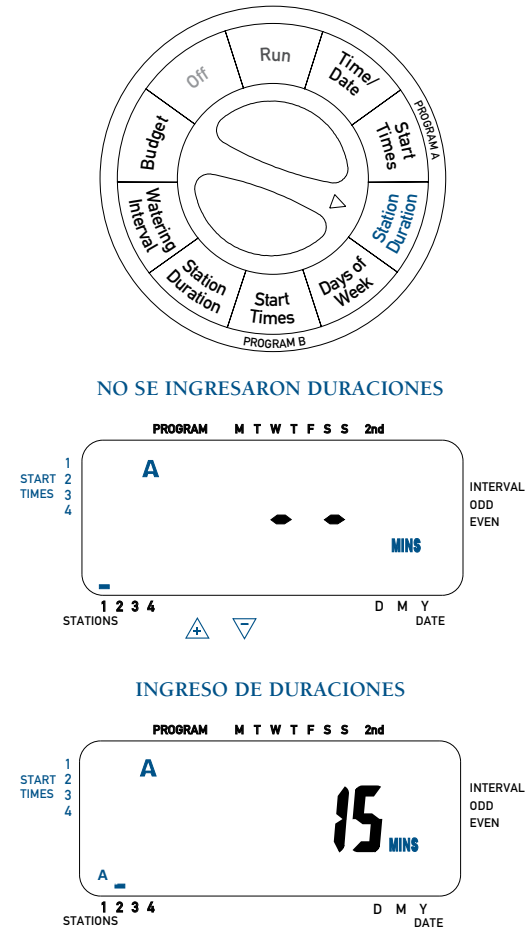

Figura 4: ingreso de la duración para el «Programa A»
- Gire la perilla rotativa hasta llegar a la posición **STATION DURATION (DURACIÓN DE LA ESTACIÓN)** en el «Programa A». La pantalla mostrará una «A» y MINS. [Ver la Figura 4]
- Presione y mantenga presionada la tecla [x] o [x] para ingresar la duración de riego y presione la tecla **ENTER (INGRESAR)**. Debe verse una «A» sobre la estación que acaba de programar. [Ver la Figura 4]